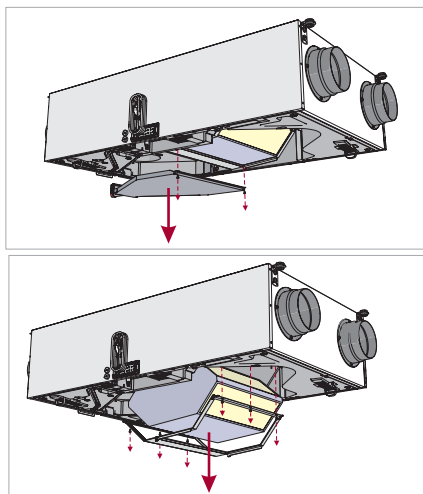
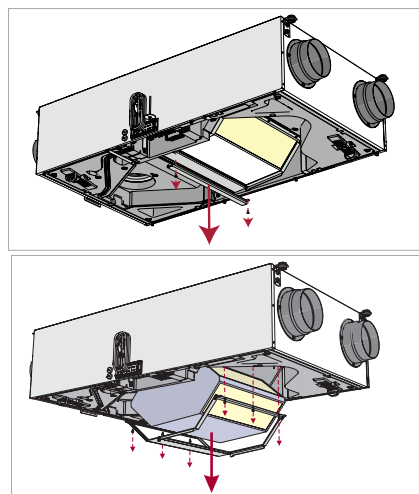
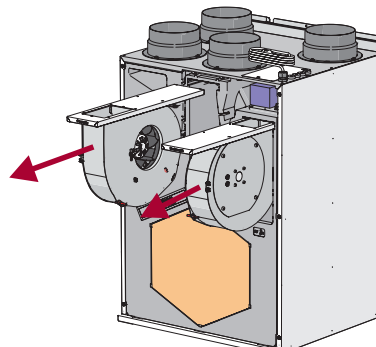

Figur 6.5.1 Smarty 2X P
Figur 6.5.2 Smarty 2X P E
Figur 6.6.8 Smarty 3X P / 4X P
**BEMÆRK:** Før udførelse af trinnene i Figur 6.5.1 / Figur 6.5.2, skal trinnene i Figur 6.3.1 udføres.
**BEMÆRK:** Før udførelse af trinnene i Figur 6.6.7, skal trinnene i Figur 6.3.1 (1-3) og Figur 6.5.1 (1-4) / Figur 6.5.2 (1-2) udføres.
**BEMÆRK:** Før udførelse af trinnene i Figur 6.6.8, skal trinnene i Figur 6.3.2 og Figur 6.5.4 (1-3) udføres.
- Ved afmontering af spjældet skal trinnene i Figur 6.3.1 (1-3), Figur 6.5.1 eller Figur 6.5.2 (1-3), Figur 6.6.7 (1-3) udføres for Smarty 2X P, og trinnene i Figur 6.3.2, Figur 6.5.3 eller Figur 6.5.4 (1-3), Figur 6.6.8 (1-2) for Smarty 3-4X P.